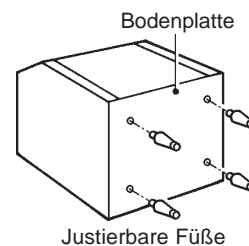

Abb. 3
- Schrauben Sie die vier mitgelieferten Füße (Zubehör Behälter) vollständig in die Unterseite des Vorratsbehälters ein. Siehe Abb. 3.